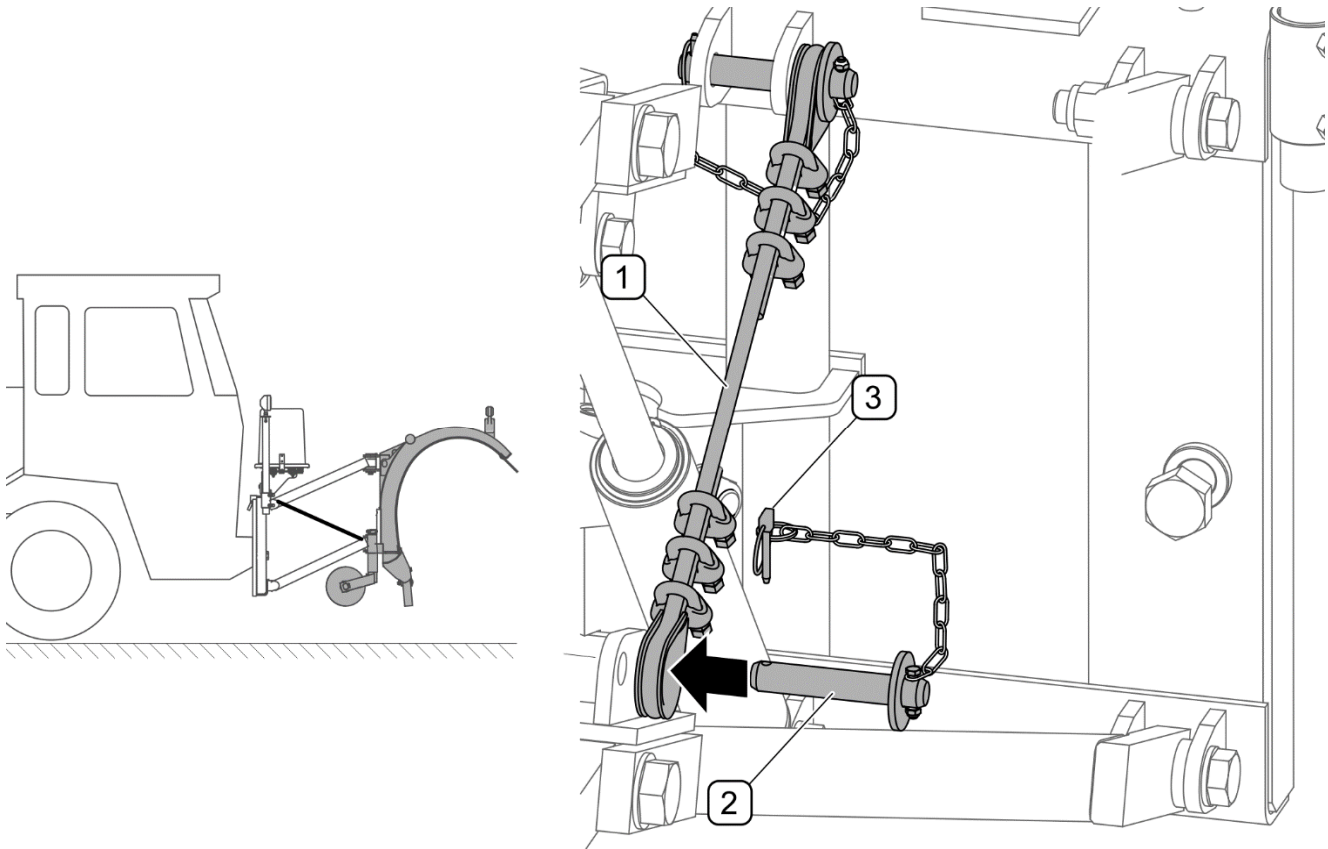

FIGURE 4.18 Montage du verrouillage de transport
- Pour le temps de transport avec le chasse-neige soulevé, le système de suspension doit être sécurisé contre l'auto-chute et l'abaissement accidentel en fixant la protection de transport (FIGURE 4.18).
Afin de sécuriser le système de suspension dans la position de transport (FIGURE 4.18) il faut :